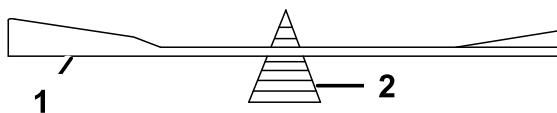

Figure 84
2. Vérifiez l'équilibre de la lame en la plaçant sur un équilibreur (Figure 84).